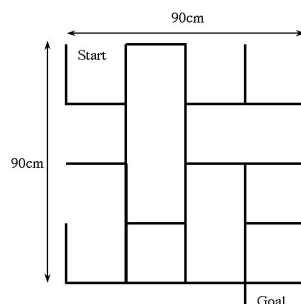

図 3.2 競技コース
- (1) ライントレーサを PIC により制御する。
- (2) 競技コースを図 3.2 に示す。
- (3) ライントレーサし、スタートからゴールへ到達すること。
- (4) スタートはポート A0 のスイッチにより動作を開始すること。
- (5) ゴールに到達後は停止すること。
- (6) ポート A1, A2 に接続されている LED を有効に活用すること。
- (7) ライントレーサの電池の消耗を考慮する場合は、電池を持ち込んでも良い (単 3 電池 4 本)。